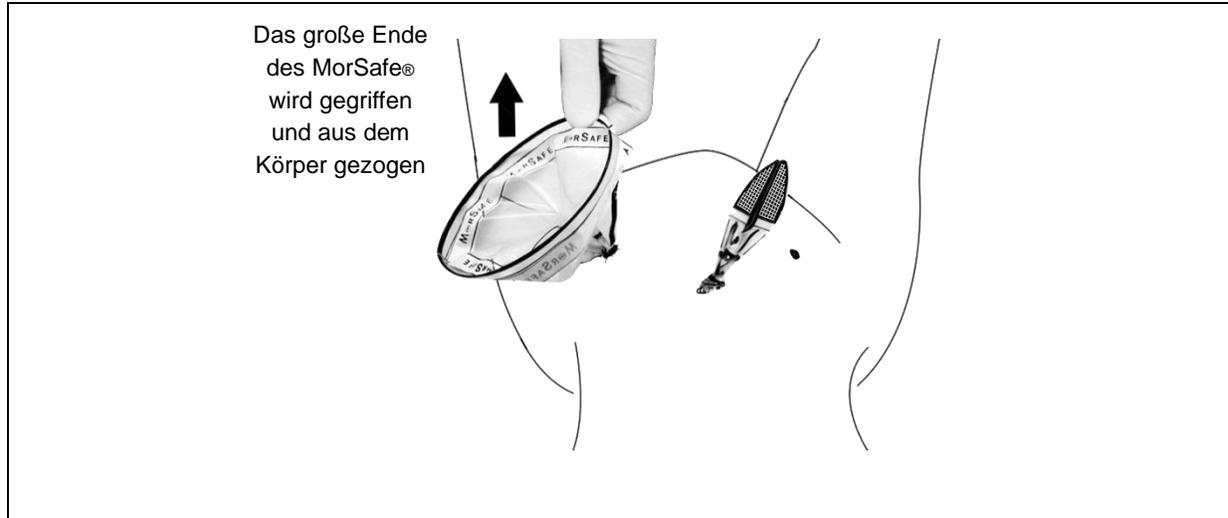

Abbildung 17: Herausziehen des MorSafe® Gewebemorcellierungs-Beutels aus dem Körper
9.27 Halten Sie die große Öffnung des MorSafe® Gewebemorcellierungs-Beutels fest und ziehen Sie ihn nach außen (Abbildung 17).